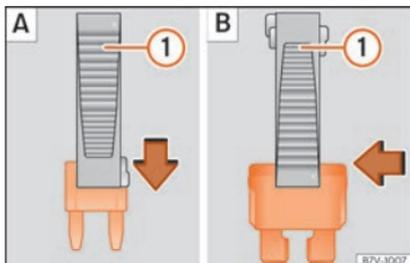

Fig. 64 Extrair ou colocar um fusível.
- *Fusíveis pequenos*: encaixe a pinça a partir de cima »» Fig. 64 A.
- *Fusíveis maiores*: desloque a pinça lateralmente sobre o fusível »» Fig. 64 B.